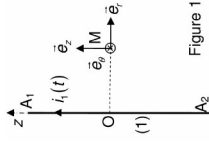

Figure 1
Le courant dont l'intensité variable i_1 est à mesurer parcourt un fil rectiligne (1), confondu avec l'axe Oz , dont les bornes A_1 et A_2 sont supposées infiniment éloignées l'une de l'autre. On peut montrer que le champ créé en tout point de l'espace M repéré par ses coordonnées cylindriques, voir figure 1, vaut